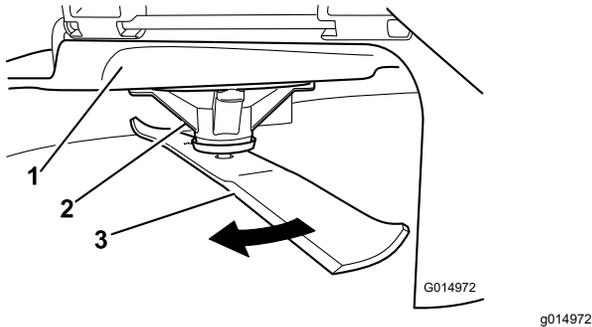

Figura 101
- Usando luvas almofadadas ou outra proteção adequada para as mãos, rode lentamente lâmina para uma posição que lhe permita uma medição da distância entre a extremidade de corte e a superfície nivelada onde a máquina está (Figura 101).